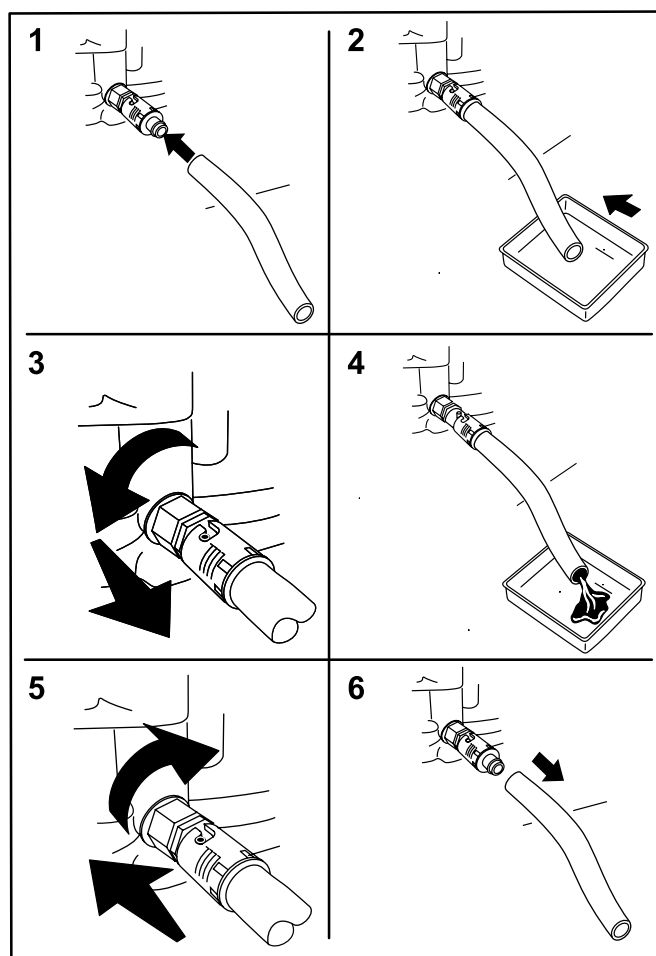

Bild 26
4. Schieben Sie den Ablassschlauch auf das Ölablassventil (Bild 26).
5. Stecken Sie das andere Ende des Schlauchs in einen geeigneten Ölbehälter (Bild 26).
6. Drehen Sie das Ölablassventil eine Viertelumdrehung nach links, um das Öl abzulassen (Bild 26).
7. Drehen Sie das Ölablassventil eine Viertelumdrehung nach rechts, wenn das Öl abgelassen ist, um das Ventil zu schließen (Bild 26).